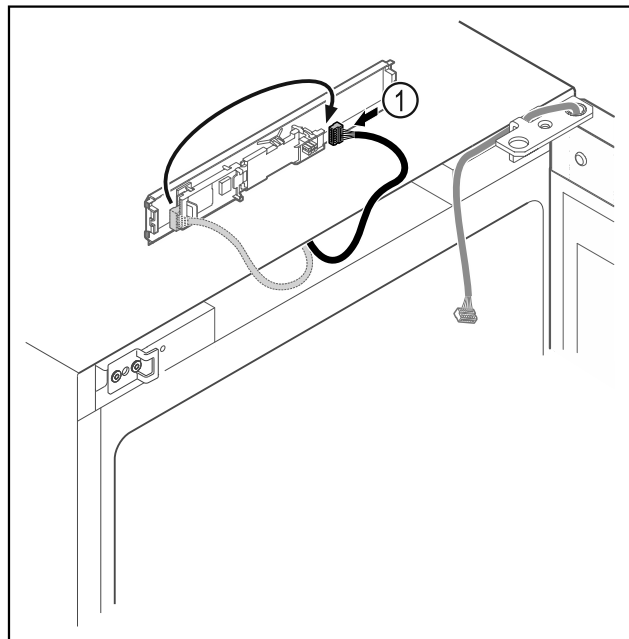

Fig. 20
- ▶ Wtyczkę Fig. 20 (1) należy ponownie podłączyć do płytki drukowanej.